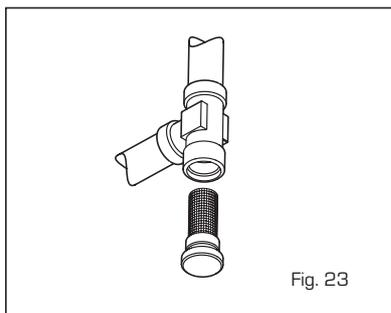

Fig. 23
4.4.2 Limpieza del filtro "Aqua Guard Filter System" (fig. 23)
4.4.3 Función de secado de la losa (fig. 23/a)